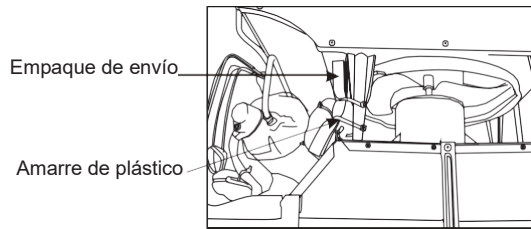

Figura 7
10. Es posible que la unidad incluya un empaque interno. Debe quitar este empaque antes de volver a instalar el aire acondicionado en el bastidor (consulte la Figura 7).